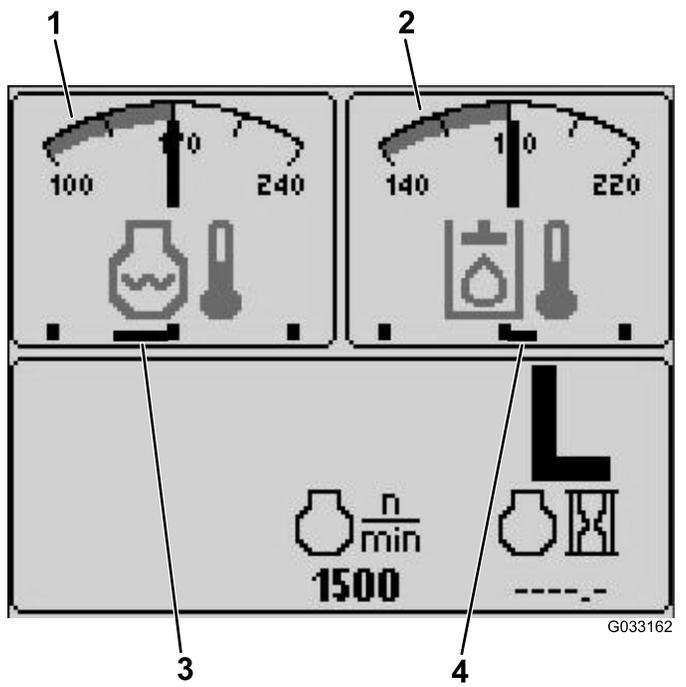

Рисунок 18
- Индикатор температуры гидравлической жидкости и вентилятора — верхний правый экран (Рисунок 18).
**Примечание:** В примере на Рисунок 18 вентиляторы охлаждения гидравлической жидкости работают в прямом направлении с частотой вращения, составляющей 25% от максимально возможной.
- Индикатор вентилятора и температуры охлаждающей жидкости двигателя — верхний левый экран (Рисунок 18).
**Примечание:** В примере на Рисунок 18 вентиляторы системы охлаждения двигателя работают в обратном направлении с частотой вращения, составляющей 50% от максимально возможной.
Направление вращения вентилятора также отображается на экране температуры охлаждающей жидкости и экране температуры гидравлической жидкости. Если полоса находится справа от средней отметки, вентиляторы вращаются в прямом направлении. Если полоса находится слева от средней отметки, вентиляторы вращаются в обратном направлении (Рисунок 18).
Данный индикатор показывает температуру гидравлической жидкости и состояние вентилятора охлаждения (Рисунок 18).
Данный индикатор показывает температуру охлаждающей жидкости двигателя и состояние вентилятора охлаждения (Рисунок 18).